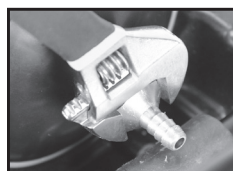

Figure 3
- 3) Retirez la barbelure de boyau en laiton (fig. 3).